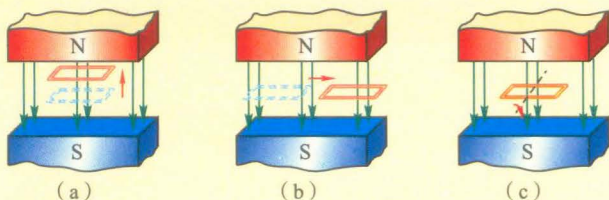

图1-2-4 线圈在匀强磁场中的几种运动
1. 在图1-2-4所示的匀强磁场中有一个线圈. 保持线圈平面垂直于磁感线, 当线圈在磁场中上下运动时[图(a)], 是否会在在线圈中产生感应电流? 当线圈在磁场中左右运动时[图(b)], 是否会在在线圈中引起感应电流? 如果线圈绕水平轴转动[图(c)], 是否会在在线圈中产生感应电流? 为什么?